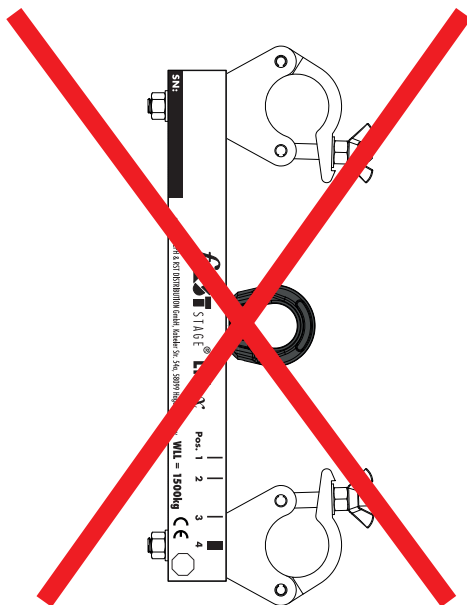

Abbildung 3
- Abbildung 3 vertikal angebaut